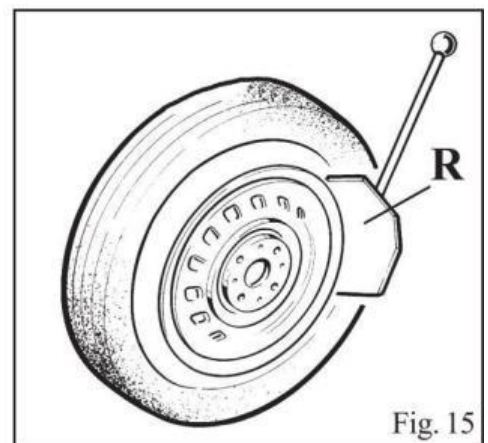

Fig. 15
- Ustawić koło w oparciu o gumowe ograniczniki po prawej stronie montażownicy (S).
- Przyłóż zbijak (R) do stopki opony w odległości około 1 cm od felgi (rys. 15). Zwróć uwagę na ostrze, które musi prawidłowo działać na oponę, a nie na felgę.
- Wciśnij pedał (U), aby włączyć zbijak i zwolnij go, gdy ostrze osiągnie koniec ruchu lub w każdym przypadku, gdy stopka zostanie zerwana.